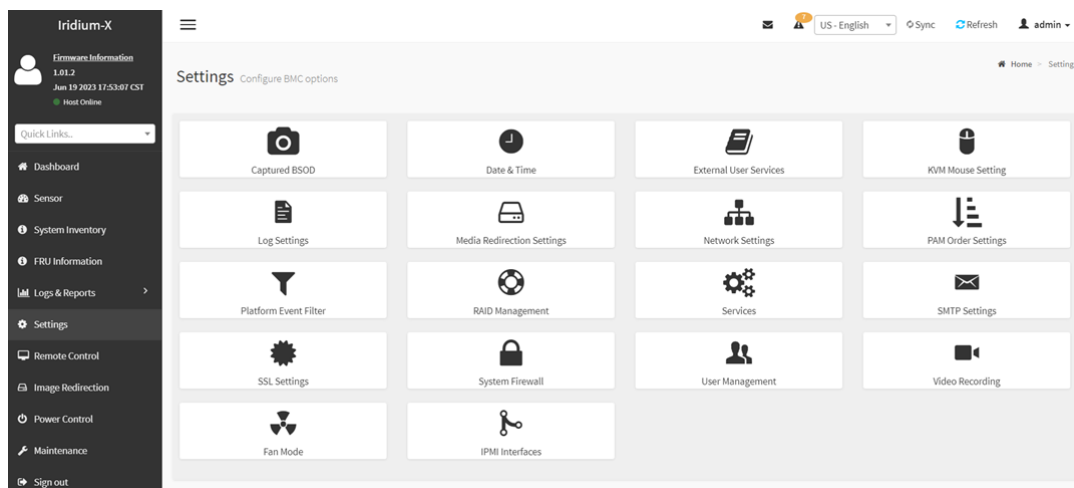

Рисунок 40 - Раздел «Settings»
5) Раздел «*Settings*» содержит вкладки с настройками функционала, каждая вкладка содержит в себе ознакомительную информацию или настройку (см. Рисунок 40).